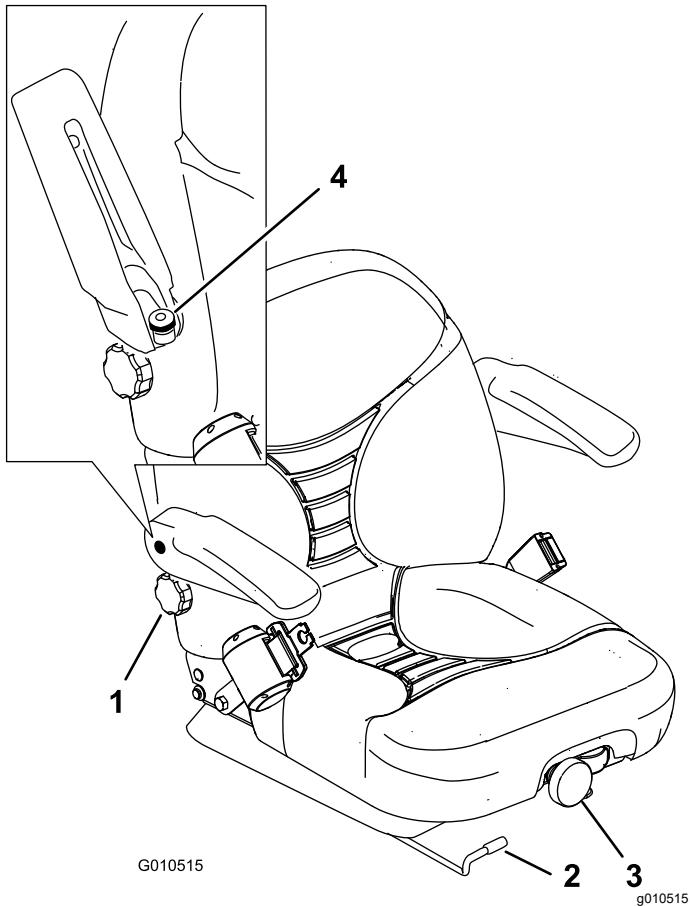

Figura 30
- Spostate lateralmente la leva per sbloccare il sedile (Figura 30).
Per regalarla, ruotate la manopola anteriore in una delle direzioni per ottenere il miglior comfort (Figura 30).
Per regalarlo, ruotate la manopola sotto il bracciolo destro in una delle direzioni per ottenere il miglior comfort (Figura 30).
Sollevate il bracciolo e ruotate la manopola nella direzione opportuna fino ad ottenere il comfort ottimale (Figura 30).